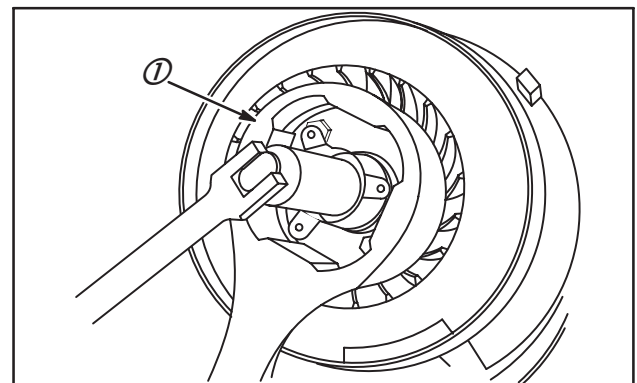

Fig. 9
2. Placer l'outil de maintien de volant **Réf. : 19321** (1) sur l'arrêt de turbine avec les languettes engagées dans les encoches de l'arrêt ou utiliser l'outil de maintien de volant **Réf. : 19372**.
3. Desserrer l'écrou de volant, la vis de volant ou l'embrayage de lanceur à rappel automatique avec une clé à douille ou la douille d'embrayage de lanceur **Réf. : 19244**, et la clé, Fig. 9.